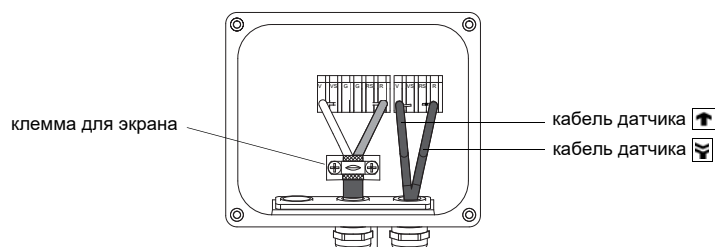

Рис. 6.6: Клеммы для подключения удлинительного кабеля и кабеля датчика
- Расположите удлинительный кабель так, чтобы отогнутый внешний экран находился под клеммой для экрана. Удлинительный кабель между соединительной коробкой и клеммой для экрана должен быть полностью изолирован (смотри Рис. 6.6).
- Прикрепите удлинительный кабель и внешний экран к клемме для экрана (смотри Рис. 6.6).
- Подключите жилы удлинительного кабеля к клеммам соединительной коробки (смотри Рис. 6.6 и Таб. 6.2).